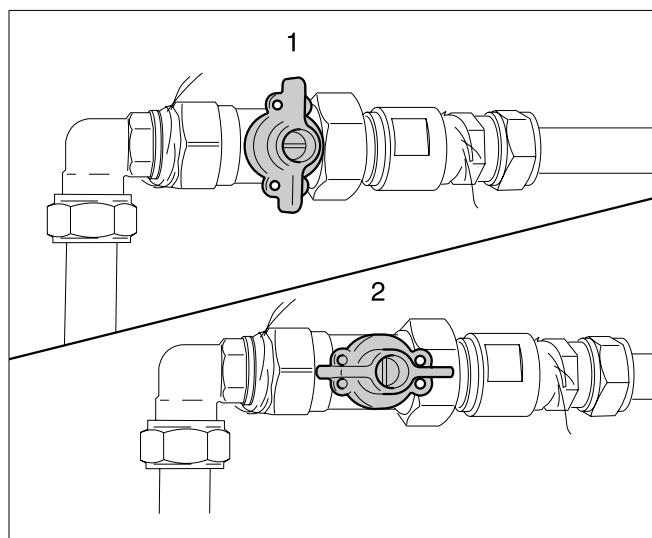

Fig. 48 Robinet de gaz închis (1), robinet de gaz deschis (2)
- Închideți robinetul de gaz (vezi Fig. 48, Poz. 1).